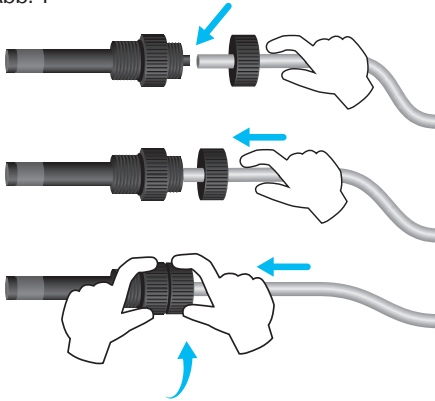

Abb. 2
5. Danach montieren Sie die Leitung zwischen dem entsprechenden Impfventil und der rechten Seite der Pumpe. Abb. 2